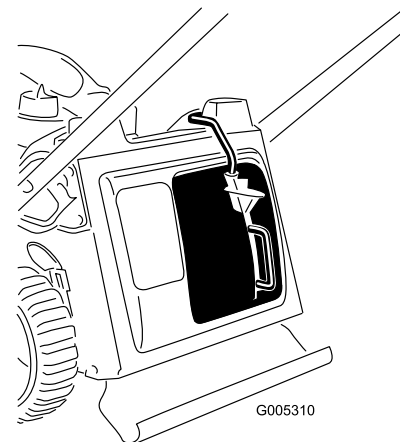

Figure 9
3. Relâchez le bouton sur le levier et vérifiez que le haut du levier est bien au fond du logement du contacteur (Figure 9). **La tondeuse ne pourra pas démarrer si ce n'est pas le cas !**